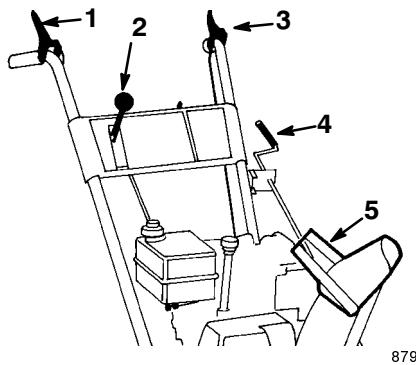

Figure 17
- **Commande de tarière/roue hélice** (Fig. 17)—Pour embrayer la tarière et la roue hélice, serrez la manette contre la poignée de droite du mancheron de droite. Pour les débrayer, lâchez la manette.
- **Levier de changement de vitesse** (Fig. 17)—Cette commande offre cinq vitesses : deux vitesses de marche arrière et trois vitesses de marche avant. Pour changer de vitesse, placez le levier dans la position souhaitée. Le levier s'engage dans un cran pour chaque vitesse choisie. Le changement de vitesse peut être dur lorsque la machine doit fournir de gros efforts.
- **Commande de traction** (Fig. 17)—Pour embrayer la traction (entraînement des roues), serrez la manette contre la poignée du mancheron de gauche. Pour arrêter la traction, lâchez la manette.
- **Commande d'orientation de l'éjecteur** (Fig. 17)—Tournez la commande d'orientation dans le sens des aiguilles d'une montre pour déplacer l'éjecteur vers la gauche, ou en sens contraire pour le déplacer vers la droite.
- **Poignée du déflecteur** (Fig. 17)—Déplacez la poignée du déflecteur vers l'avant pour rejeter la neige plus bas ou vers l'arrière pour la rejeter plus haut.
2. Vérifiez si la manette de commande de tarière/roue à hélice et la manette de commande de traction sont bien débrayées (Fig. 17).
10. Sélectionnez la première (Fig. 17), serrez la manette de commande de traction contre la poignée, puis relâchez-la. Si la déneigeuse se met à avancer avant que vous ayez engagé la manette de commande ou après que vous l'ayez relâchée, reportez-vous à la rubrique *Réglage de l'entraînement de traction*, page 22.
4. Relâchez les manettes de commande de traction et de tarière/roue hélice (Fig. 17).